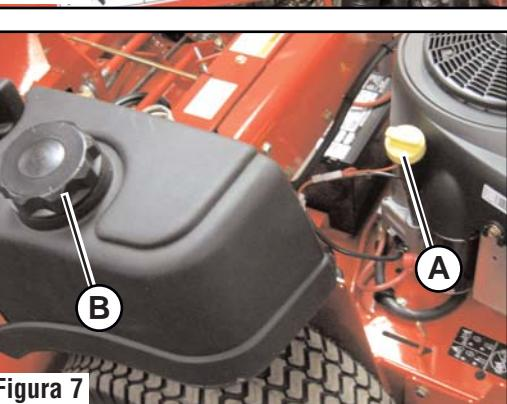

Figura 8
- Gire las palancas de velocidad absoluta/control de dirección (A, Figura 8) hasta la posición (N) neutral.